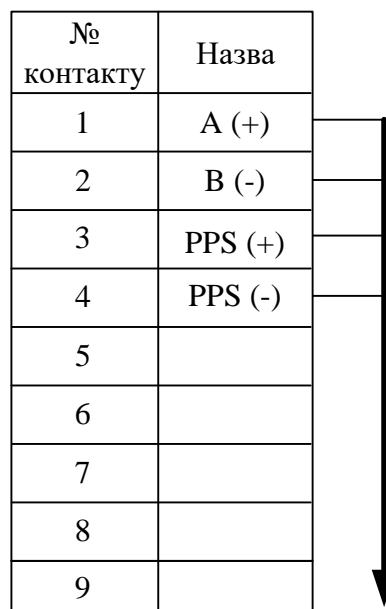

Рис. 23. Схема розпаювання роз'єму RS-485/PPS
8.19. За необхідності можна під'єднати Пристрій до локальної інформаційної мережі на основі інтерфейсу RS-485. Під'єднання здійснюється через роз'єм X2. Це стандартний DB9 роз'єм, схема розпаювання якого наведена на рис. 23. Для організації локальної інформаційної мережі на основі інтерфейсу RS-485 слід дотримуватися загальних принципів побудови такої мережі.